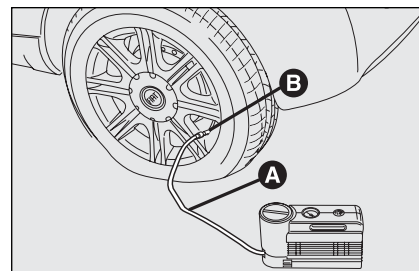

fig. 14
- ☐ **Serrer le frein à main.** Dévisser le capuchon de la valve du pneu, enlever le tuyau flexible de remplissage **A-fig. 14** et visser la bague **B** sur la valve du pneu;